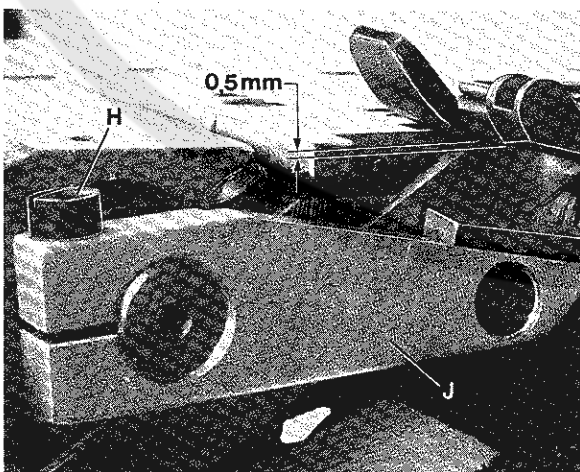

Fig. 53
Loosen screw (H, Fig. 53) and swing upper knife lever (J) up or down until the cutting edge of upper knife overlaps the cutting edge of lower knife by 0,5 mm (.020 in.) (see Fig. 53). Retighten screw (H). Check by rotating pulley if the upper knife moves freely.
Lösen Sie die Schraube (H, Fig. 53) und schwenken Sie den Obermesserträger (J) nach oben oder unten bis sich die Schneiden von Ober- und Untermesser etwa 0,5 mm überlappen (siehe Fig. 53). Ziehen Sie die Schraube (H) wieder an. Prüfen Sie durch Drehen am Handrad ob das Obermesser freigeht.